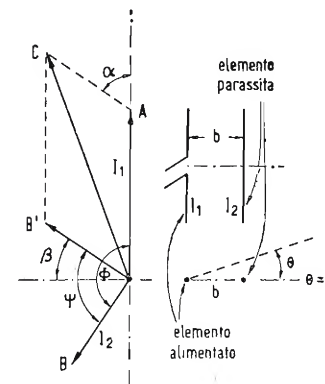

Fig. 14 - Diagramma vettoriale delle correnti in un'antenna costruita da un elemento alimentato ed un parassita.
Riprendiamo rapidamente il caso di un'antenna costituita da un elemento alimentato con un solo elemento parassita. Se (fig. 14) OA rappresenta la corrente I_1 nell'elemento alimentato, la corrente I_2 nell'elemento parassita è rappresentata dal vettore OB . L'angolo di fase Φ si può dedurre dalla (28). Il campo provocato da I_2 in una certa direzione e verso che formi un angolo θ con la direzione in avanti stabilita in figura avrà inoltre, rispetto all'analogo campo dovuto ad I_1 , uno sfasamento ψ dovuto alla spaziatura fra
I contributi all'intensità di campo in avanti dei successivi elementi, cioè AB, BC, CD e DE sono quindi uguali e così pure gli angoli di fase fra loro, cioè $\alpha_1 = \alpha_2 = \alpha_3 = \alpha_4$. Si esamini ora il diagramma vettoriale e si osservi (vedi ancora fig. 14) che allorché si considera il campo in una direzione generica θ l'angolo ψ dovuto alla spaziatura b fra gli ele-